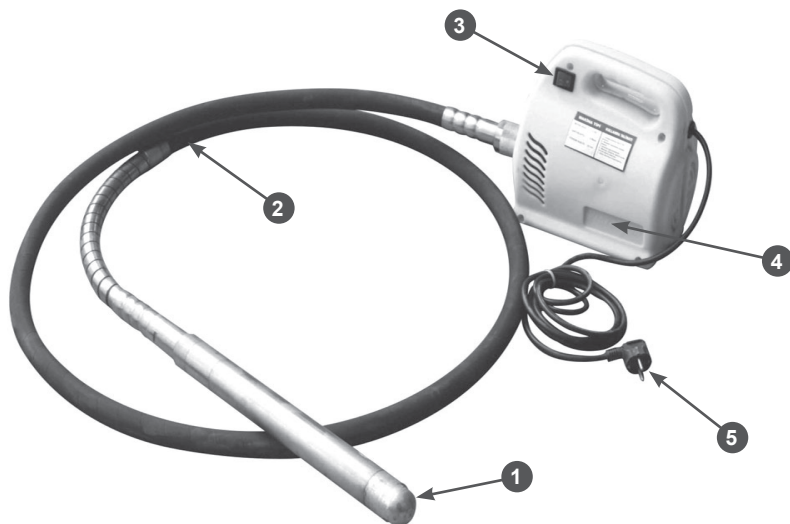

Рис.1. Основные узлы и органы управления
Основные узлы и органы управления приведены на Рис. 1.
1. Установить выключатель 3 (Рис. 1) в положение «0».
2. Проверить исправность кабеля включения с вилкой 5 (Рис. 1).